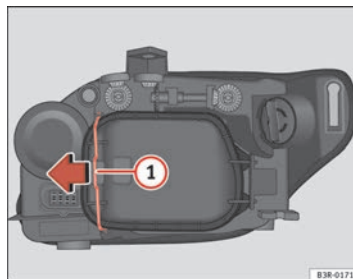

Fig. 212 Luci di posizione
- Far scorrere il tirante ⇒ pag. 282, fig. 212 ① nel senso della freccia e sfilare la copertura separando prima il lato del tirante ed estraendo dopo le due linguette dell'estremità opposta.